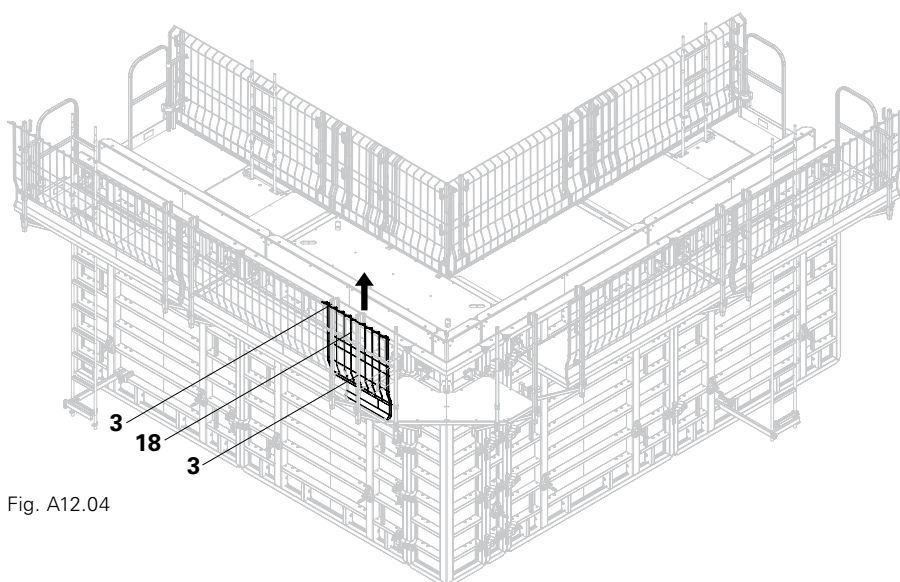

Fig. A12.04
8. Relever et enlever la barrière de protection grillagée PMB 90 (18). (Fig. A12.04)